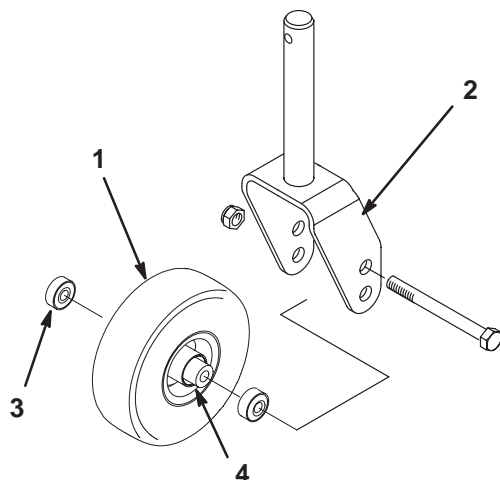
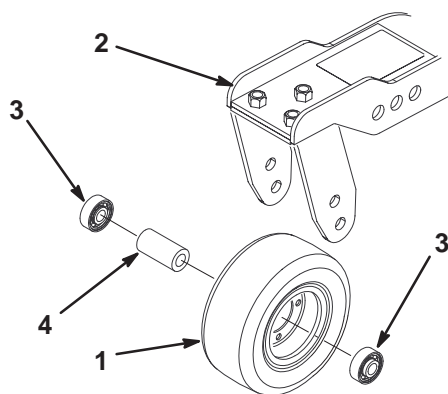

Bild 84
Bild 85
1. Entfernen Sie die Sicherungsmutter und die Kopfschraube, mit denen die Laufradgruppe in der Mitte der Laufradgabel (Bild 84) oder am Laufraddreharm (Bild 85) gehalten wird. Halten Sie das Laufrad fest und schieben die Kopfschraube aus der Gabel oder vom Dreharm ab.